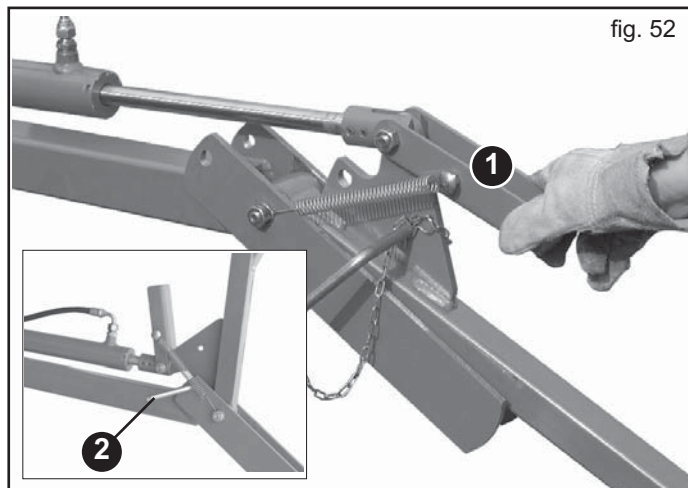

fig. 52
- 2) Soulever l'étrier de blocage (1, Fig. 52).
- 3) Pour soulever complètement la herse recouvre-graines en position de transport, actionner l'installation oléodynamique, bloquer la herse moyennant les loquets de sécurité (2, Fig. 52) et les fixer à l'aide des goupilles destinées à cet usage. **Les loquets de sécurité doivent être introduits de l'intérieur de la machine vers l'extérieur.** Dans le cas contraire, ils seraient endommagés par le soulèvement du chariot arrière.